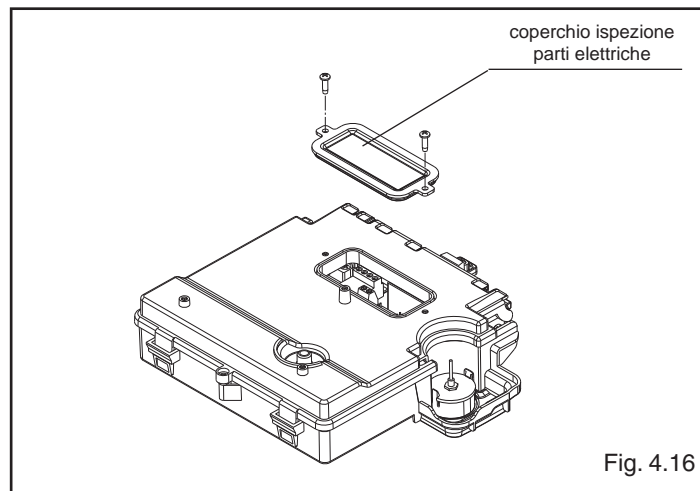

Fig. 4.16
- rimuovere il coperchio ispezione parti elettriche svitando le 2 viti per accedere ai jumper (fig. 4.16)